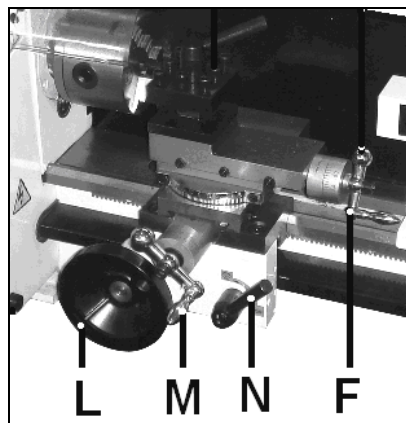

Fig 8
Pour les tournages longitudinaux ou transversaux, il est possible de faire bouger manuellement le chariot longitudinal (L, Fig 8), le chariot transversal (M) et le chariot supérieur (F) avec les volants
Pour enclencher l'avance longitudinale automatique, fermer l'écrou vis-mère (N, Fig 8).
Fermer l'écrou vis-mère (N, Fig 8). L'écrou vis-mère reste fermé pendant toute l'opération de filetage.